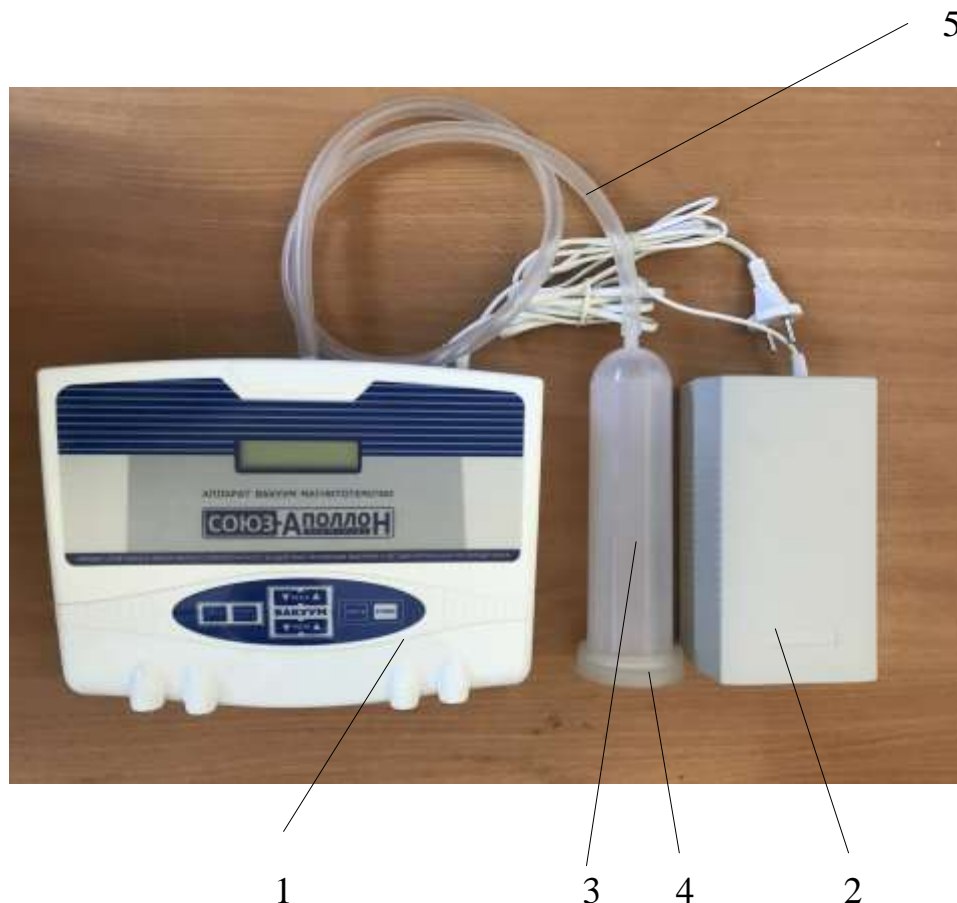
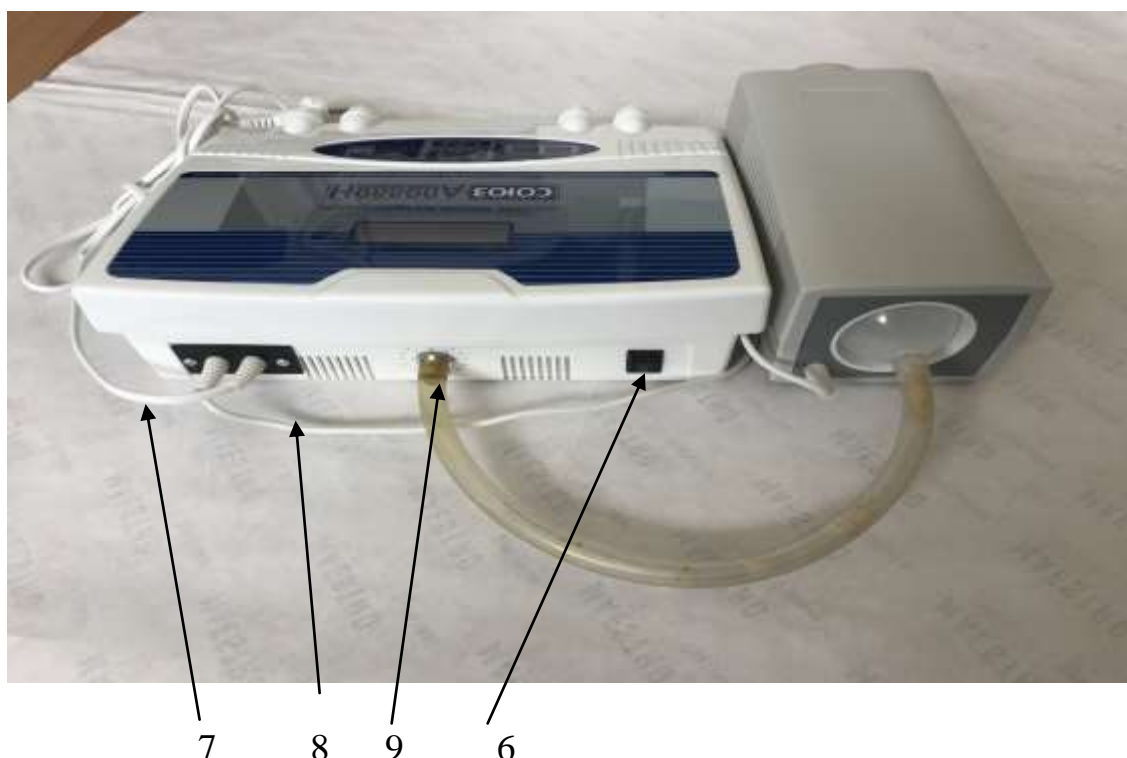

Рис. 1. Аппарат «СОЮЗ-АПОЛЛОН». Вид спереди.
Рис.2 Аппарат «СОЮЗ-АПОЛЛОН». Вид сзади.
1.7.1 Вид спереди аппарата приведен на рис. 1, вид сзади – на рис.2.
1.7.3 На верхней панели блока управления (см рис.2) расположены: индикатор состояния режимов, индикатор магнитного поля, кнопки регулировки режимов. На задней стенке корпуса блока управления расположены штуцер для подключения вакуумной трубки, держатель сетевого предохранителя, кабель питания и сетевой выключатель.